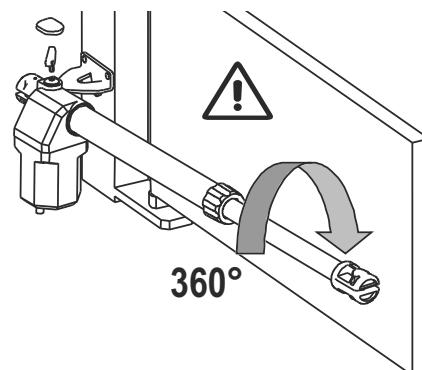

FIG. 5
- 7 - Girar el eje en sentido contrario 1 vuelta de 360º (ver FIG. 5).